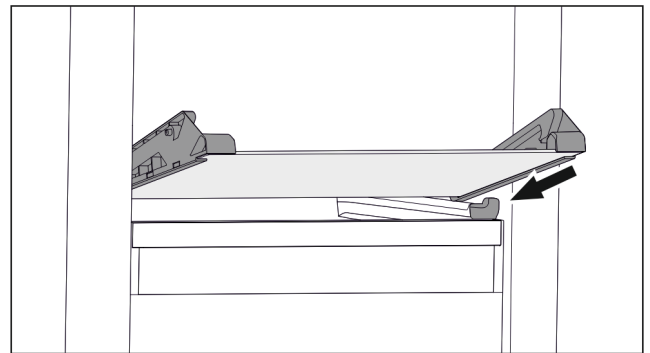

Fig. 109 Ripiano in vetro del cassetto ribaltabile
- ▶ Applicare il ripiano in vetro obliquamente dietro i fermi. (vedere Fig. 109)